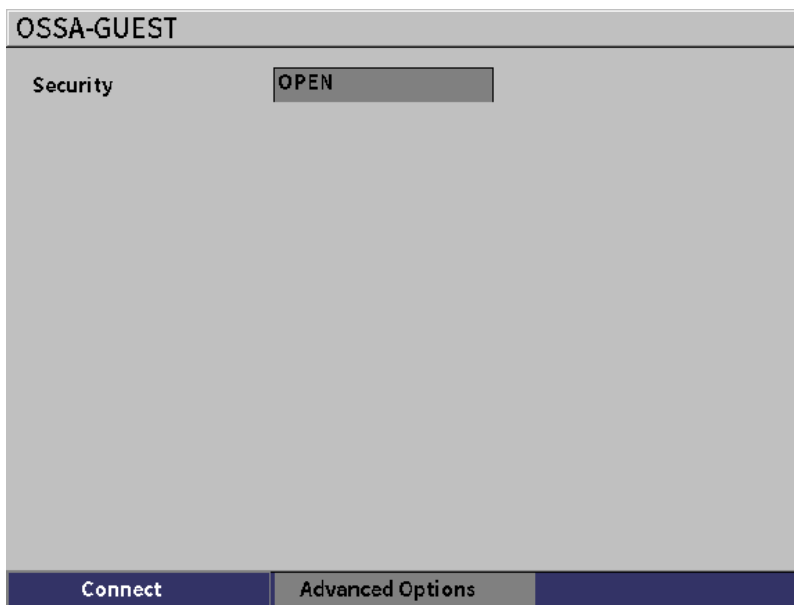

Рис. 10-3 Страница подключения к незащищенной сети Wi-Fi
- b) Если выбранная вами сеть не требует пароля, нажмите клавишу Enter для подключения к сети (см. Рис. 10-3 на стр 154).